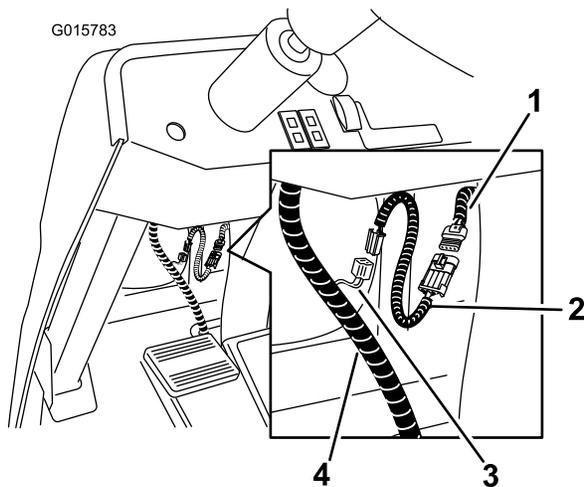

図 18
- B. アダプタに合う 4 ピンコネクタを接続して、アダプタをメインワイヤハーネスに接続する (図 18)。
C. アダプタワイヤハーネスを CE ハーネスに接続する (図 18)。